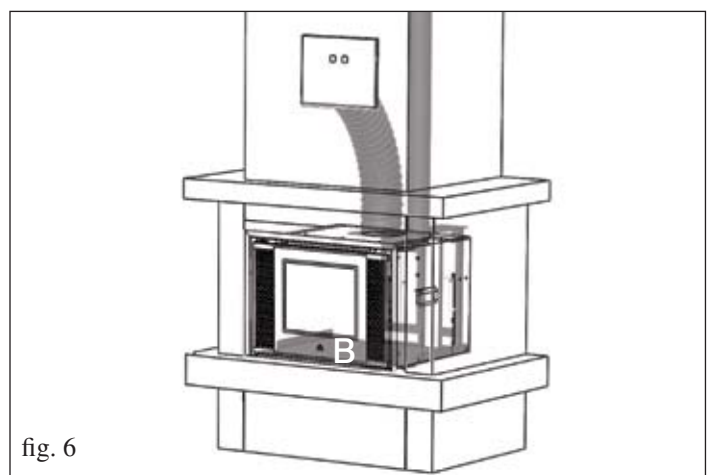

fig. 6
• INPELLET 49 platzieren, den Einsatz zu diesem Zweck bis zum Ende (Abb. 6) der Platte (**B**) schieben.